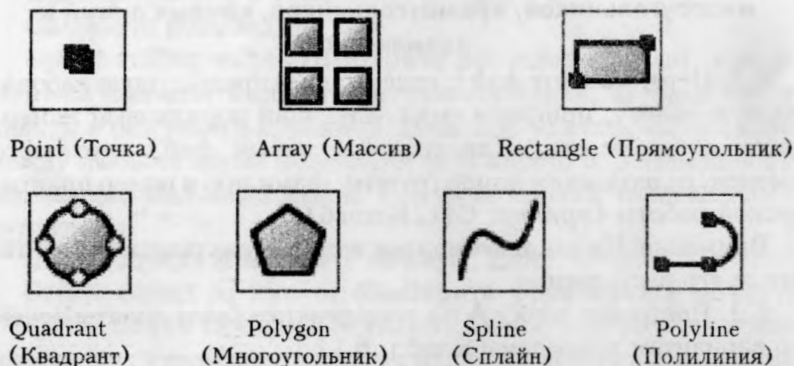
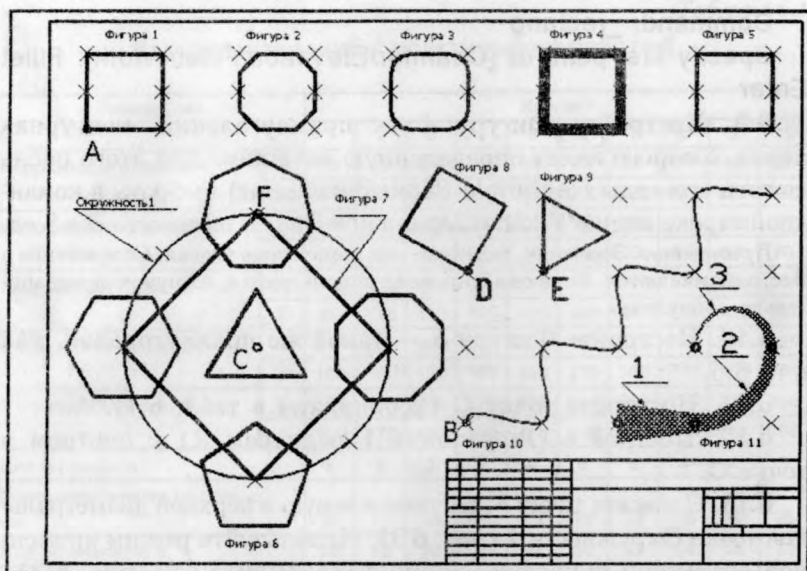

Рис. 6.2. Кнопки панели Рисование
Рис. 6.3. Чертеж к практической работе 6
Строим точку А. Команда построения точек Point (Точка) может быть вызвана через пункт основного экранного меню Draw (Рисование) или кнопкой Point (Точка) (рис. 6.2). После активации команды AutoCAD просит указать место положения точек. Вводим координаты точек в командной строке с клавиатуры.
6.3. Постройте прямоугольный массив, исходным элементом которого является точка А (рис. 6.3). Массив должен состоять из  $n_1$  рядов по  $n_2$  столбцов. Расстояние между рядами  $a_1$  и расстояние между столбцами  $a_2$  (число рядов, столбцов и расстояния между ними см. согласно варианту в табл. 6.1).
Команда Array (Массив) может быть вызвана через пункт основного экранного меню Modify (Редактирование) или кнопкой Array (Массив) (см. рис. 6.2).
6.5. Постройте прямоугольный массив, исходным элементом которого является точка В (рис. 6.3). Массив должен состоять из  $n_3$  рядов и  $n_4$  столбцов. Расстояние между рядами  $a_3$  и расстояние между столбцами  $a_4$  (число рядов, столбцов и расстояния между ними см. согласно варианту в табл. 6.1).
6.6. Постройте Фигуру 1 — прямоугольник (см. рис. 6.3). Команда построения Rectangle (Прямоугольник). Вызвать ее можно кнопкой (см. рис. 6.2) или через меню Draw (Рисование) — Rectangle (Прямоугольник).
6.7. Построить Фигуру 2 — прямоугольник со скошенными углами (рис. 6.3). После вызова команды **Rectangle** (Прямоугольник) выберите в командной строке опцию **Chamfer** (Фаска).
6.8. Постройте Фигуру 3 — прямоугольник с закругленными углами (см. рис. 6.3). Для этого после вызова команды **Rectangle** (Прямоугольник) выберите в командной строке опцию **Fillet** (Сопряжение). Укажите радиус сопряжения 10 мм.
6.13. Нанесите точку **F**, расположенную в верхней диаметральной точке Окружности 1 (рис. 6.3). Используйте режим временной объектной привязки **Quadrant** (Квадрант) (см. рис. 6.2).
6.15. Постройте Группу фигур 6 (см. рис. 6.3). Многоугольники с пятью, шестью, семью, восьмью гранями, для которых центры описанных окружностей расположены на диаметральных точках Окружности 1, а радиусы описанных окружностей равны  $R_2$ .
Строим многоугольники с помощью команды **Polygon** (Многоугольник). Вызвать ее можно кнопкой (см. рис. 6.2) или через меню **Draw** (Рисование) — **Polygon** (Многоугольник). После вызова команды AutoCAD запрашивает:
- место расположения центра многоугольника (используйте режим временной объектной привязки **Quadrant** (Квадрант) (см. рис. 6.2));
6.16. Постройте треугольник в центре Окружности 1, с радиусом описанной окружности  $R_2$  (см. рис. 6.3).
6.17. Постройте Фигуру 7 — квадрат (см. рис. 6.3). Воспользуйтесь командой **Polygon (Многоугольник)**. Вершины квадрата укажите щелчком мыши на диаметральных точках окружности (используйте режим временной объектной привязки **Quadrant (Квадрант)** (см. рис. 6.2)).
6.18. Постройте Фигуру 8 — квадрат со стороной  $b_1$ , расположенной под углом  $\alpha$  градусов к горизонтали (см. рис. 6.3).
6.19. Построить Фигуру 9 — треугольник (см. рис. 6.3). Сторона треугольника равна  $b_2$  и расположена под углом  $\beta$  градусов к горизонту.
6.20. Построить Фигуру 10 — сплайн (сглаженная кривая линия) (см. рис. 6.3).
Построение выполняется с помощью команды **Spline (Сплайн)**. Вызвать ее можно кнопкой (см. рис. 6.2) или через пункт меню **Draw (Рисование) — Spline (Сплайн)**. Построение выполняется указанием узловых точек сплайна щелчком мыши на чертеже. После указания последней точки надо трижды нажать клавишу **Enter**.
6.21. Построить Фигуру 11 — полилиния (сложная линия, состоящая из прямолинейных и криволинейных участков различной толщины) (см. рис. 6.3). Первый участок — прямая переменной толщины (от 20 мм до 10 мм). Второй участок — дуга окружности переменной толщины (от 10 мм до 5 мм). Третий участок — дуга окружности переменной толщины (от 5 мм до 0 мм).
Построение выполняется с помощью команды **Polyline (Полилиния)**. Активируем кнопкой (см. рис. 6.2) или через меню **Draw (Рисование) — Polyline (Полилиния)**.